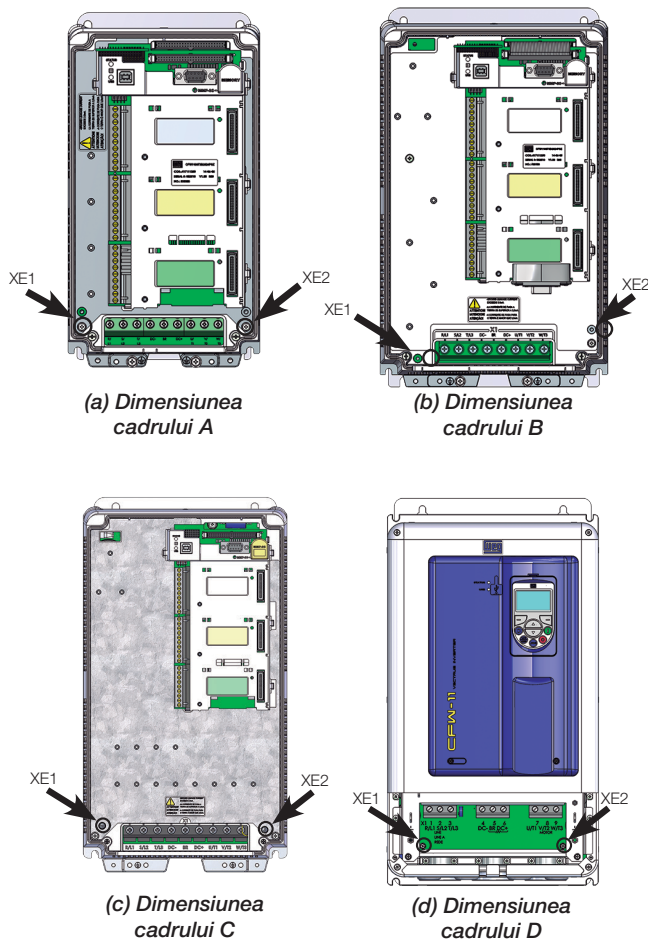

Figura 19 (a)-(d): Dimensiunea cadrului de la A la D - Amplasarea suruburilor de împământare - Îndepărtați pentru rețele IT sau împământare delta
- Sursa de alimentare care alimentează convertor trebuie să aibă un neutru împământat. Pentru rețelele IT, unele componente interne trebuie deconectate, după cum se arată în Figura 19 la Figura 22.
Pentru utilizarea modelelor cu filtre RFI interne în rețele IT, urmați instrucțiunile de la Figura 19 la Figura 22.